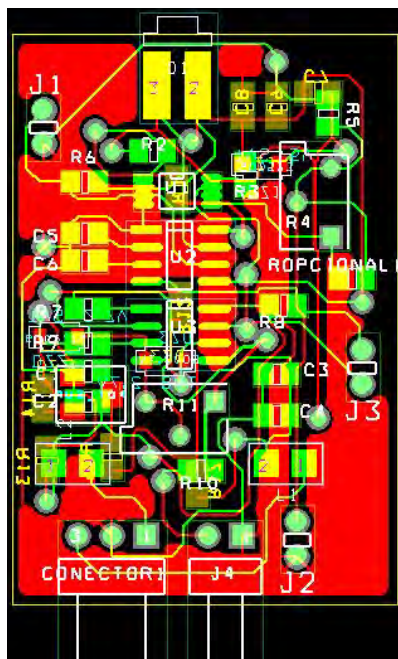

Ilustración 26 Rutado final de la PCB
- **Se crearon rutas/uniones innecesarias:** Por ejemplo en la Ilustración 26 se puede ver la unión del pin 2 del CONECTOR 1 con masa, anteriormente esta unión estaba conectada a otro elemento unido a su vez con masa y el plano de masa aparecía dividido, la modificación por tanto fue cambiar esa unión y conectar el pin dos directamente con el plano de masa.
- También concluimos que el **potenciómetro R_{15}** cuya función es la de la corrección de offset ya comentada en el apartado 3.1.2 era innecesario que estuviese accesible en la placa ya que no iba a ser necesaria una reconfiguración, por lo que lo cambiamos por un potenciómetro de montaje superficial lo cual cambió un poco el diseño tal y como se puede ver en la Ilustración 26.